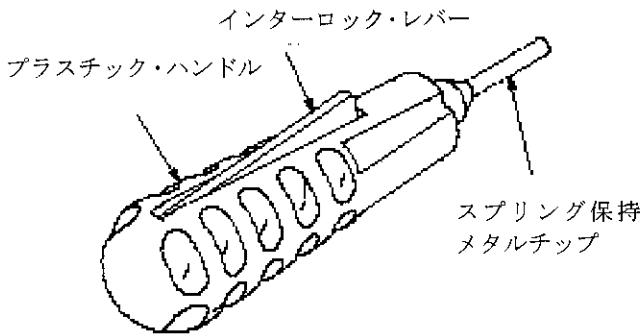

Fig.1
AMP*引抜工具 318845-1 (Fig.1) は、AMP メインロック*コネクタから、Fig.2 にリストされる.140 コンタクトを引抜くためのものです。操作前に、この取扱説明書を良くお読みください。
2. 工具概説 (Fig.1)